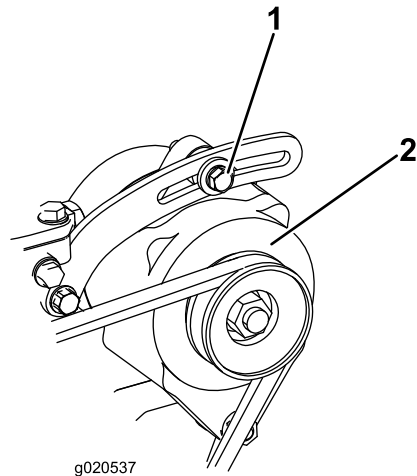

Figure 86
2. Si vous n'obtenez pas une flèche de 10 mm (3/8 po), desserrez les boulons de fixation de l'alternateur (**Figure 86**). Augmentez ou diminuez la tension de la courroie d'alternateur et resserrez les boulons. Contrôlez de nouveau la flèche de la courroie pour vérifier si la tension est correcte.